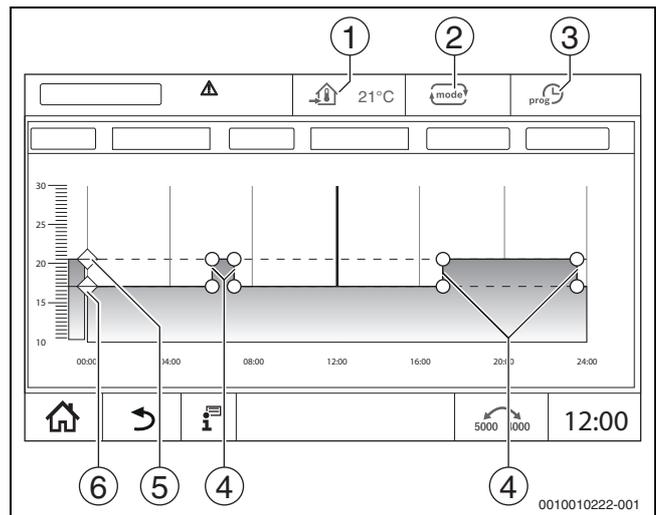

Fig. 18 Modificare Funzionamento in attenuazione automatico nel programma orario
Per i tipi di funzionamento (→ fig. 18, [2], pag. 16) e per le funzioni estese possono essere impostate temperature proprie e criteri di conversione propri. Le impostazioni possono essere effettuate separatamente per ogni singolo circuito di riscaldamento e per ogni tipo di funzionamento.
Il **Funzionamento in attenuazione automatico** viene predefinito nel menu di servizio attraverso i parametri. I parametri si possono modificare nel programma orario (→ fig. 18, [4], [6]).
- ▶ Modificare le temperature spostando i punti (→ fig. 18, [5], [6]).